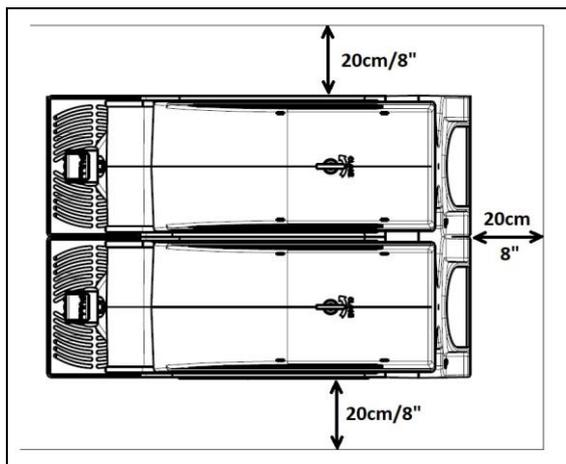

Abb. 20
b) Das Gerät auf einer horizontalen, soliden und ausreichend belüfteten Fläche (mindestens 20 cm Freiraum, siehe Abb.20) in einem trockenen Raum aufstellen. Nicht in der Nähe von Hitzequellen aufstellen. **Die Umgebungstemperatur der Maschine muss zwischen 24°C und 32°C liegen (zwischen 75°F und 90°F).**